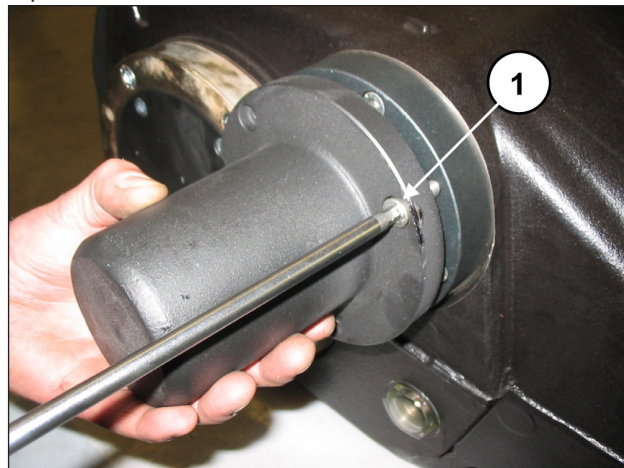

Fig. 104
Montare il coperchio estremità albero e fissarlo al carter mediante 3 viti M8x20 (pos. ①, Fig. 104).